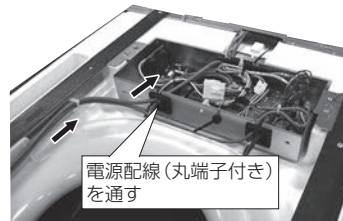

図3-3
- 4) 本体制御箱のフタを外して制御箱から出ている電源配線を(図3-3)のように所定の経路に通します。